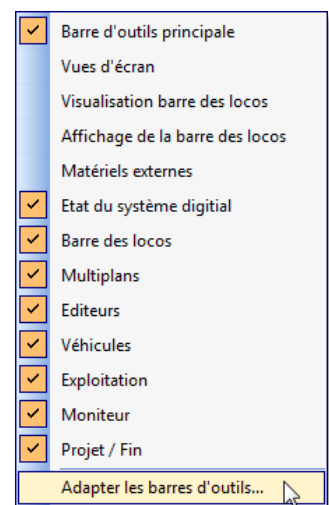

Fig. 14.35 Le menu de la barre d'outils
Les barres d'outils qui ne vous sont plus nécessaires pour vos tâches dans **Win-Digipet** peuvent être masquées de l'affichage. Pour cela, appelez de nouveau le menu des barres d'outils (voir Fig. 14.35) en cliquant avec le bouton droit de la souris à l'intérieur de la barre de menu ou dans les barres d'outils.
- ☛ Appelez de nouveau le menu des barres d'outils (voir la Fig. 14.35) en cliquant avec le bouton droit de la souris à l'intérieur de la barre de menu ou dans les barres d'outils.
-  Appelez de nouveau le menu des barres d'outils (voir la Fig. 14.35) en cliquant avec le bouton droit de la souris à l'intérieur de la barre de menu ou dans les barres d'outils.